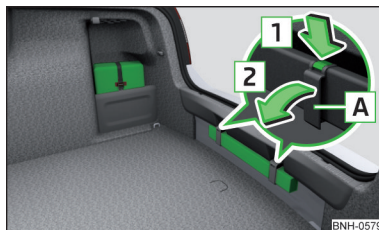

Fig. 233
Se puede fijar el botiquín con ayuda de una cinta de sujeción en el lado derecho del maletero » fig. 233.
El triángulo reflectante de advertencia se puede introducir en el rebaje debajo del borde de carga y asegurarse con bandas de tensión » fig. 233.
- Para **soltar** el bloqueo, presionar en la banda en dirección de la flecha **1** y abrir la banda **A** en el sentido de la flecha **2** » fig. 233.